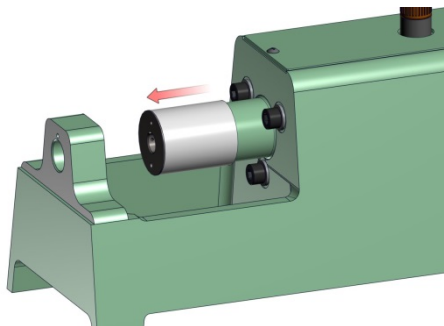

Figura 6.3.2
3. Rode o manípulo rotativo para a frente (na direção dos ponteiros do relógio) até o pistão hidráulico ficar na posição final à esquerda. Consulte a Figura 6.3.2. em baixo.
5. Use uma chave para desapertar o fuso e a guia do fuso (Item 7, Figura 7.1) da base da máquina (Item 1, Figura 7.1). Consulte a Figura 6.3.2. em baixo.